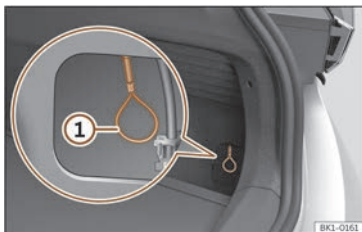

Fig. 73 Detrás da cuberta: desbloqueo de emerxencia do conector de carga.
- Tire do lazo para o desbloqueo manual de emerxencia >>> fig. 73 ①. Pódese retirar o conector de carga >>> ⚠.